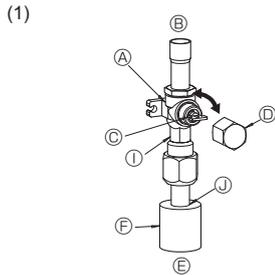
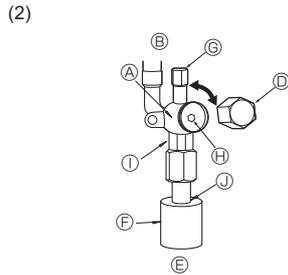

Fig. 4-6
Fig. 4-7
- (1) Lado del gas (Fig. 4-6)
- ① Quite la tapa, tire de la manivela hacia usted y gire 1/4 de vuelta hacia la izquierda para abrir.
- ② Cerciórese de que la válvula de parada esté completamente abierta, empuje la manivela y enrosque la tapa en su posición original.
- (2) Lado de líquido (Fig. 4-7)
- ① Abra la tapa y gire la varilla de válvula hacia la izquierda hasta su tope, utilizando una llave hexagonal de 4 mm. Deje de girar cuando llega al tope. (ø9,52: Aproximadamente 10 revoluciones)